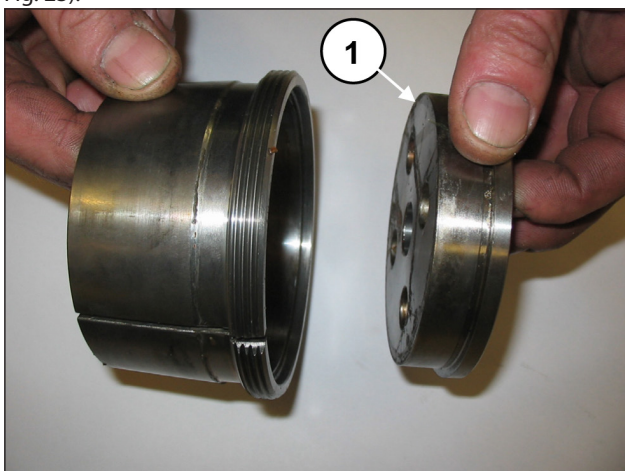

Fig. 23
Svitare le viti dei due coperchi portacuscinetto (pos. ①, Fig. 23).